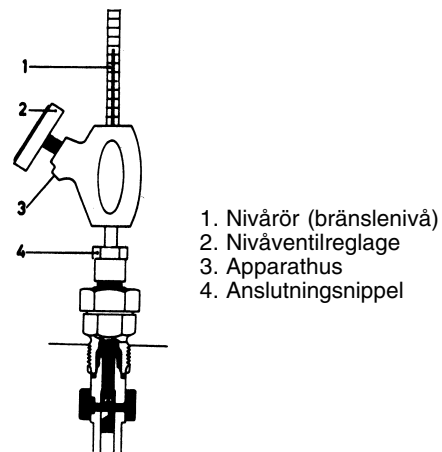

Fig. 43. Nivåkontroll (Wilbärrör)
2. Drag runt motorn i rätt rotationsriktning tills nivåörret (se fig. 43) är fyllt med luftfritt bränsle.